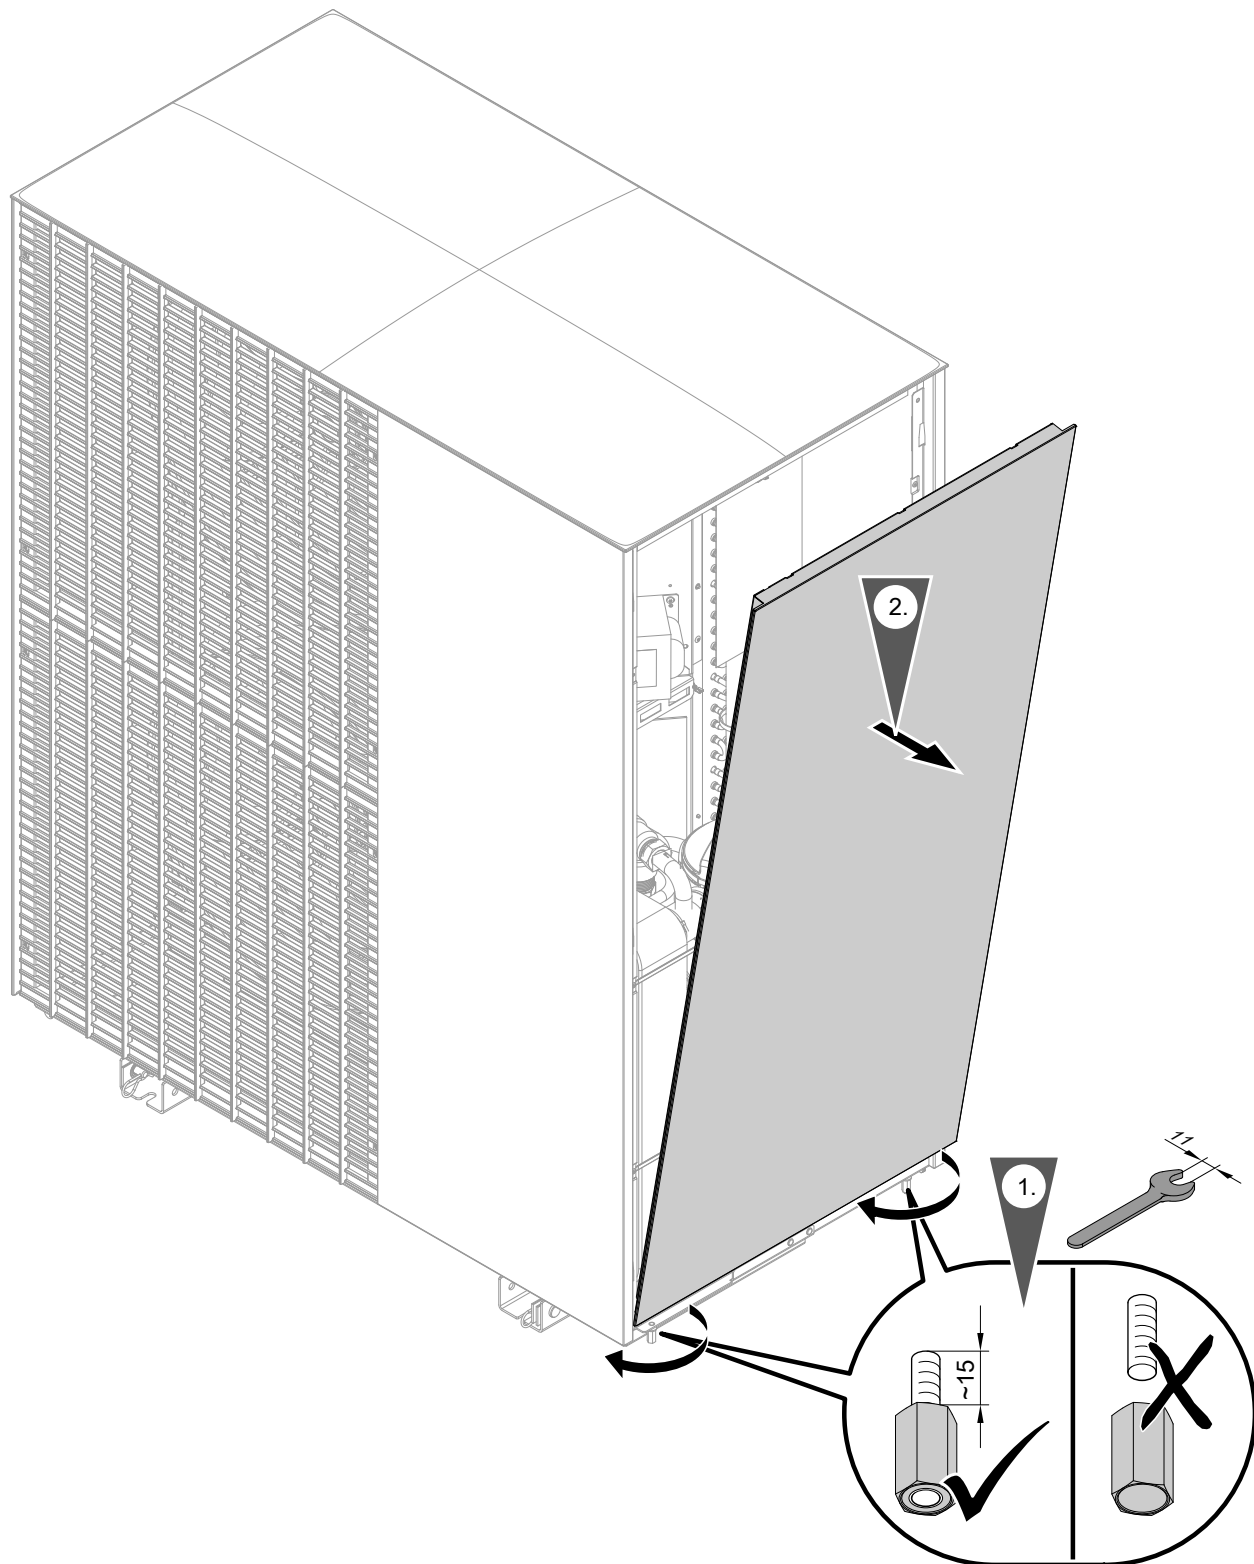
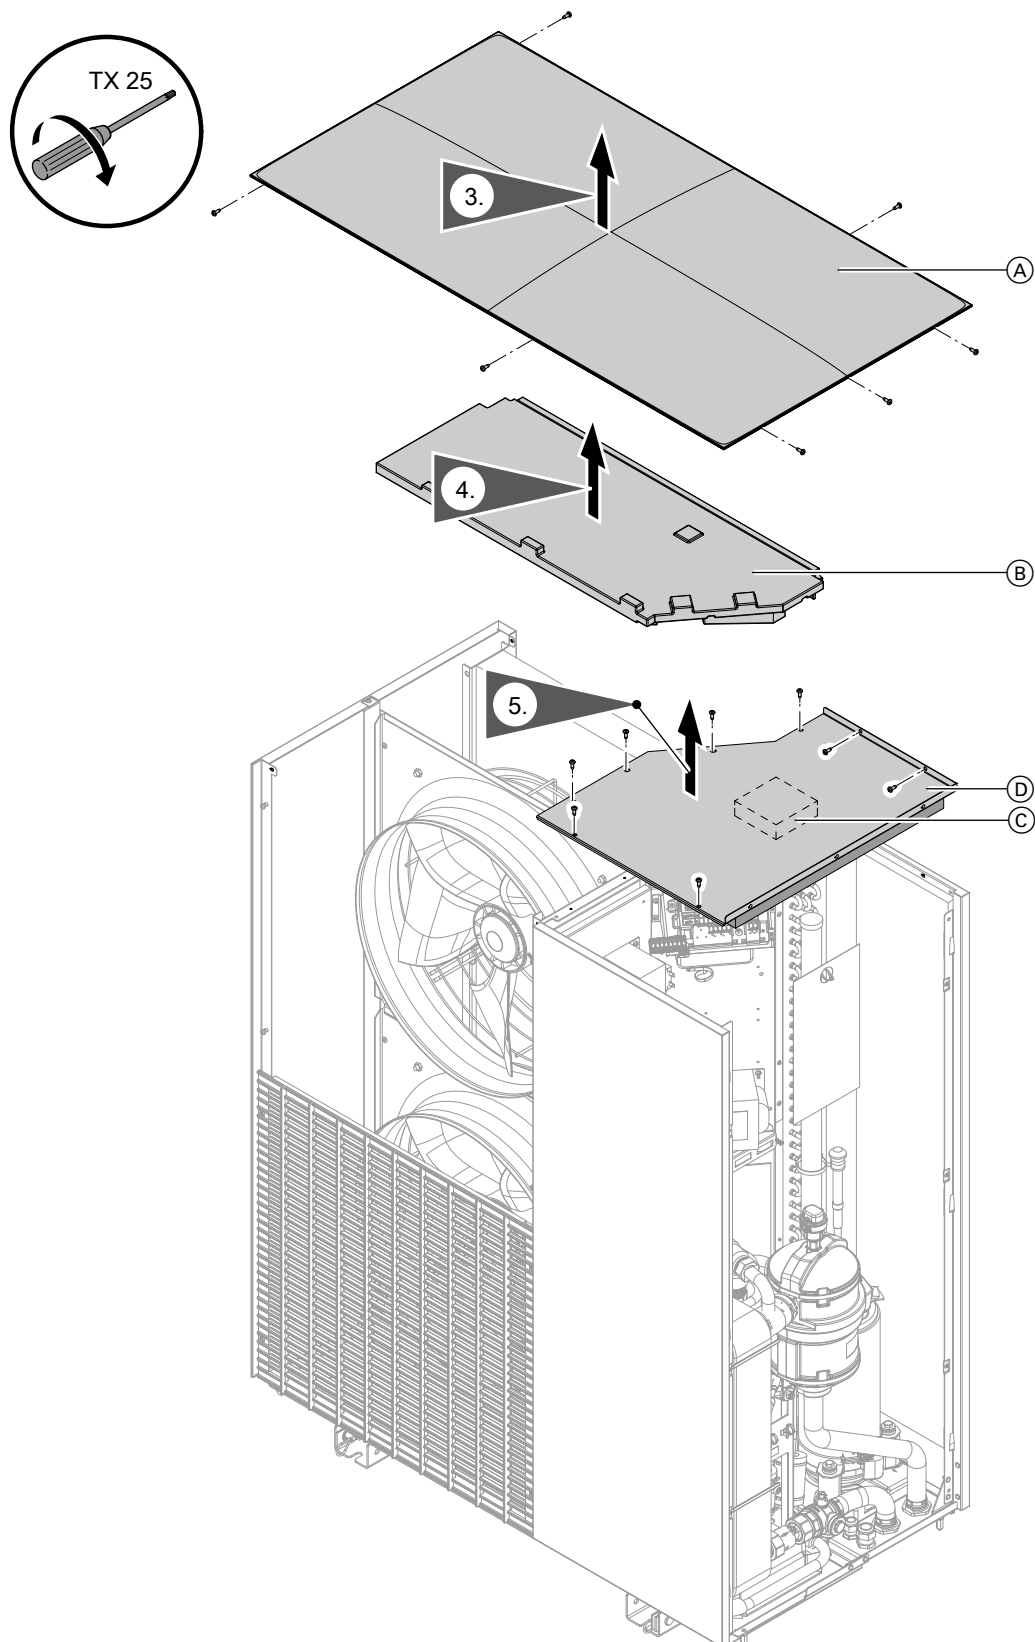

Abb. 89
Abb. 91
1. Seitenverkleidung rechts abbauen: Siehe Abb. 89.
3. Seitenverkleidung rechts abbauen: Siehe Abb. 89. 4. Deckel abbauen: Siehe Abb. 91.
3. Deckel abbauen: Siehe Abb. 91.
2. Deckel abbauen: Siehe Abb. 91.